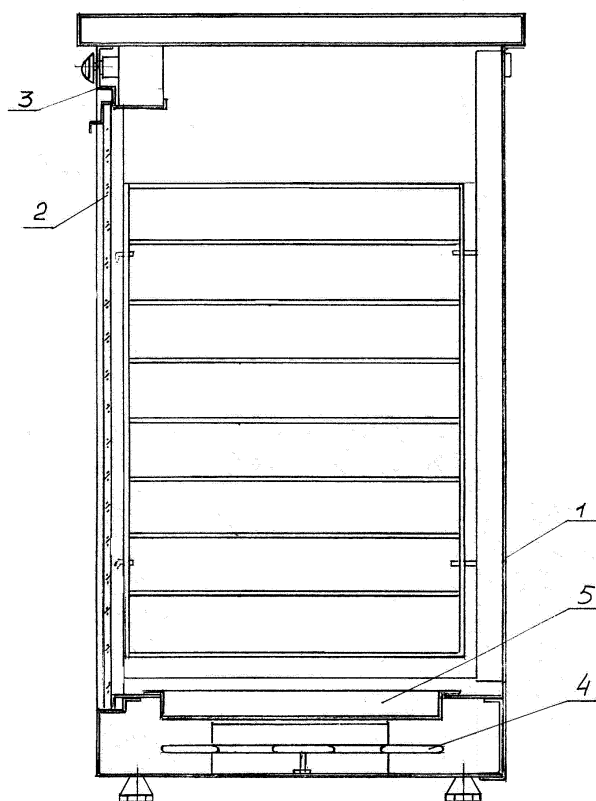

Рисунок 1
Электрошкаф (рисунок 1) состоит из корпуса (1), стеклянной двери (2), панели управления (3).